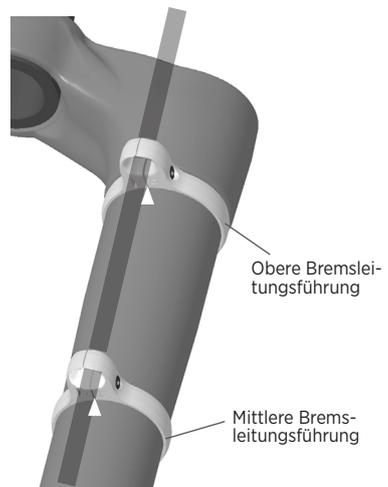

Abb. 7: Positionierung der Bremsleitungsführungen
4. Die mittlere und die obere Leitungsführung so positionieren, dass der untere Schlitz jeweils an den auf der Gabel gelaserten Pfeilgrafiken ausgerichtet ist (dargestellt durch die weißen Pfeilspitzen in Abb. 7). Mit einem 2,5-mm-Innensechskantbit und einem Drehmomentschlüssel die Schraube mit 0,9 Nm festziehen.